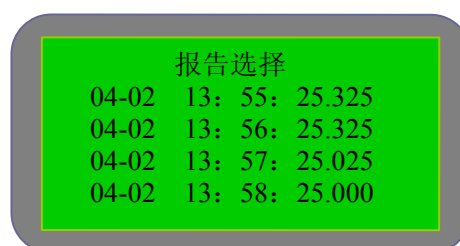
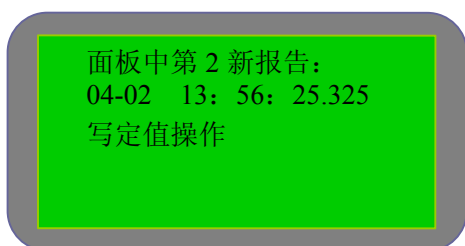

图 7-3-1A
图 7-3-1B
- 报告：在主菜单选择“报告”，进入报告画面。有三个选项，MMI 报告(面板中保存报文)、CPU 报告 (CPU 中保存的报文)、删除 (删除面板中保存的报文)。选择“MMI 报告”，屏幕画面见图 7-3-1A。按“上移”键或“下移”键选择相应的报文，按“确认”键查看该条报文，如图 7-3-1B 所示，按“左移”键“右移”键查看上一条或下一条报文，按“上移”键“下移”键进行本报文的翻页。选择“CPU 报告”，如图 7-3-2，选择报告条号，按“确认”键进入报告显示。选择“删除”，屏幕画面见图 7-3-3。确认需输入密码 9876。这是删除面板的所有报文。